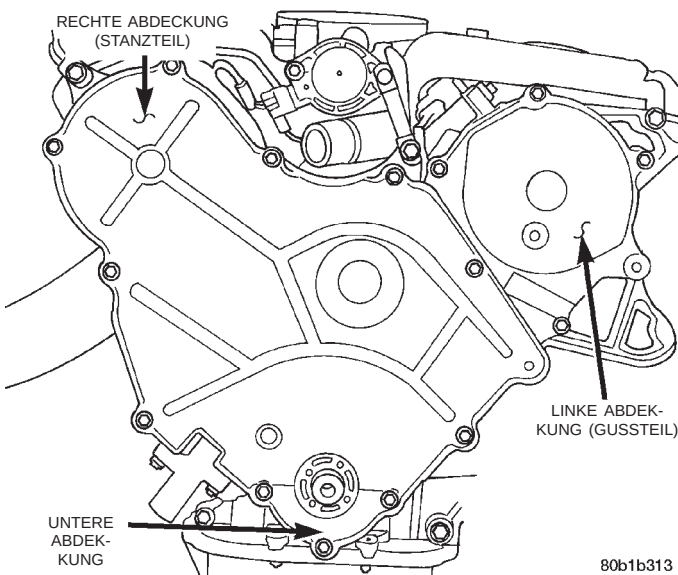
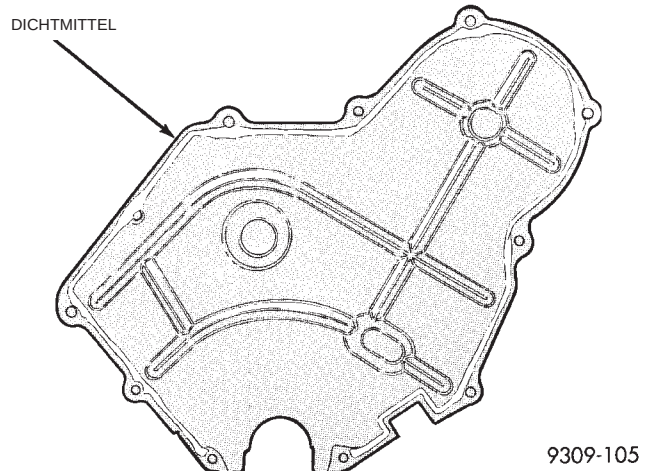

Abb. 66 Zahnriemenabdeckungen
Abb. 67 Dichtmittel der Zahnriemenabdeckung
(7) Die untere Zahnriemenabdeckung hinter dem Kurbelwellen-Schwingungsdämpfer abbauen (Abb. 66).
(8) Die gestanzte Stahlabdeckung abbauen (Abb. 66). **Das Dichtmittel auf der Abdeckung nicht entfernen, da es wiederverwendet werden kann (Abb. 67).** Fehlt Dichtmittel, Mopar® Silicone Rubber Adhesive Sealant oder ein gleichwertiges Produkt verwenden.
(9) Die linke Gußabdeckung abbauen (Abb. 66).